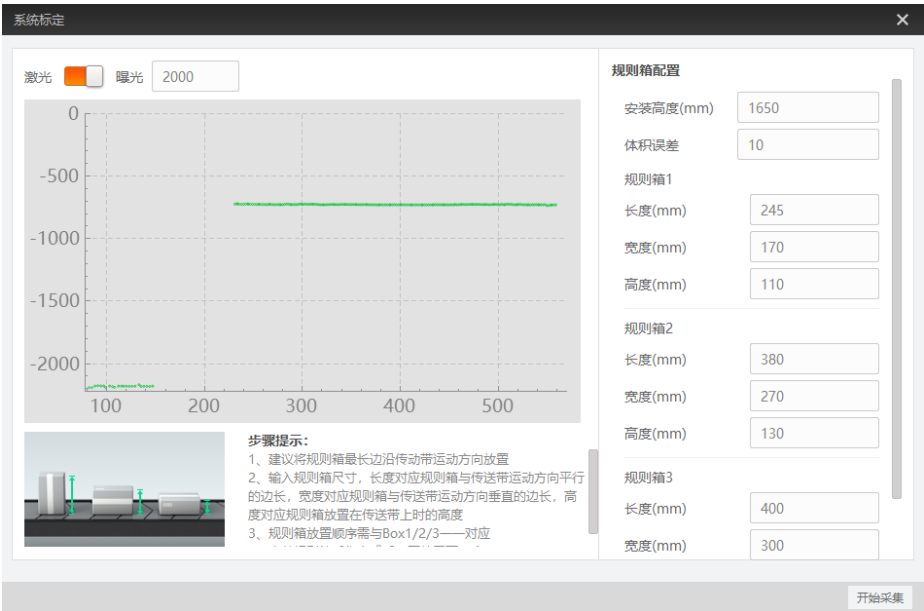

图2-17 规则箱标定页面
5. 根据实际情况填写相机的安装高度以及体积误差，依次输入 3-5 个规则箱的长、宽、高数据，如图 2-17 所示。